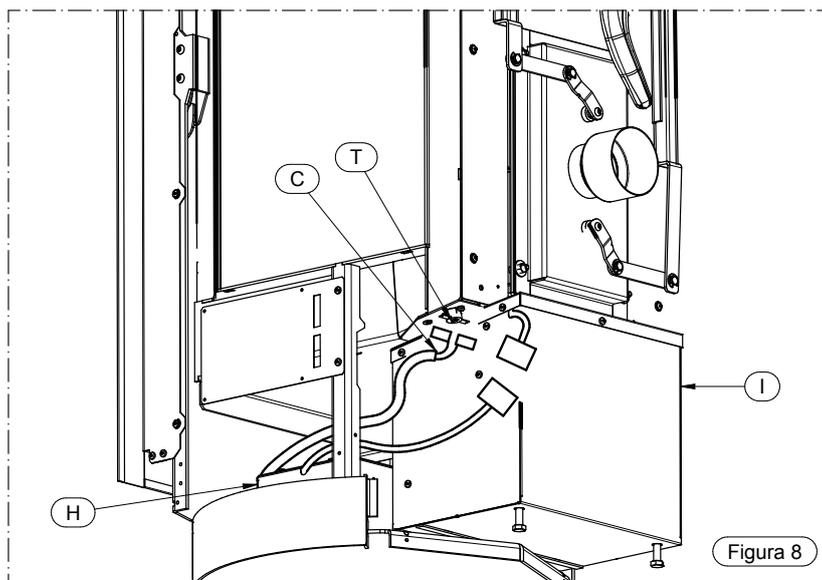

Figura 8
In seguito assemblare (vedi Figura 8) il cavo per termostato (C) al termostato (T). Collegare poi l'elemento (I) all'elemento (H).